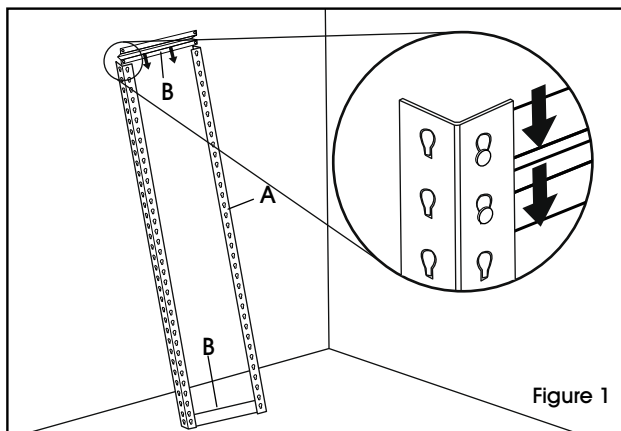

Figure 1
1. Reliez deux montants verticaux (A) en insérant un support latéral (B) dans le haut et le bas des montants. (Voir Figure 1)